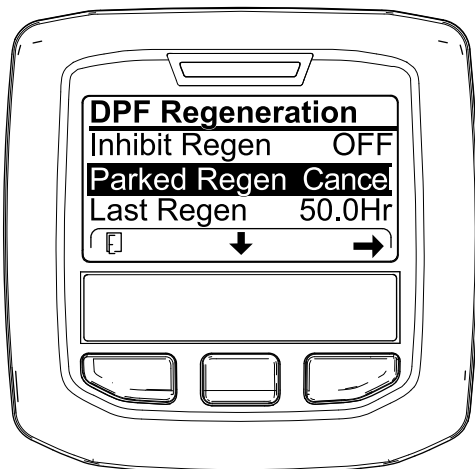
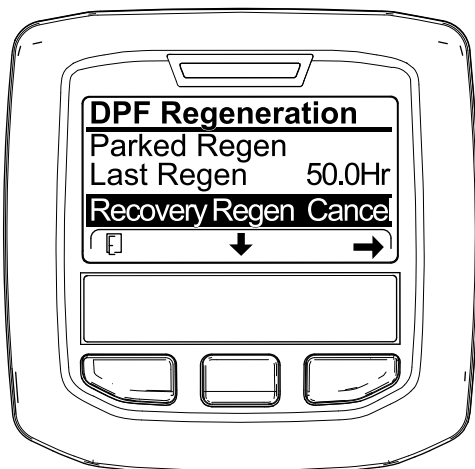

Figure 62
Figure 63
1. Ouvrez le menu Régénération du FAP (Figure 62).
2. Appuyez sur le bouton central pour naviguer jusqu'à l'option PARKED REGEN CANCEL (Figure 62) ou RECOVERY REGEN CANCEL (Figure 63).
3. Appuyez sur le bouton droit pour sélectionner l'option Regen Cancel (Figure 62 ou Figure 63).